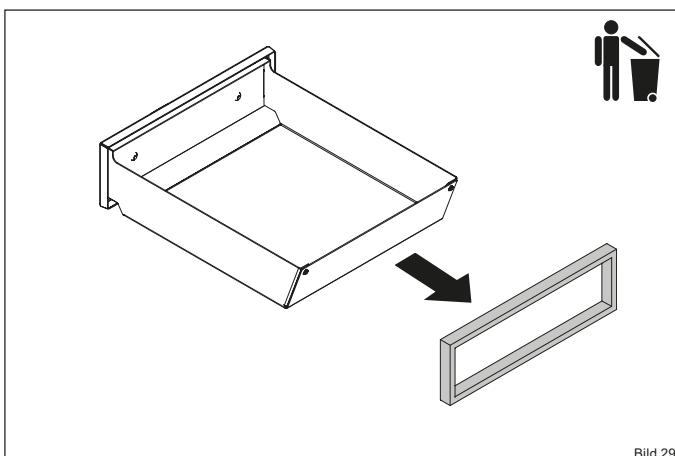

Bild 29
- Ziehen Sie die alte Dichtung aus der Führung heraus und entsorgen Sie diese im Abfall (Bild 29).